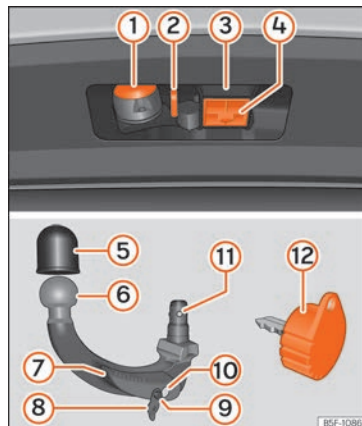

Abb. 291 Halterung der Anhänger-Steckverbindung / abnehmbare Kugelkopf / Schlüssel
Legende zu »» **Abb. 291**
- Den Verschlussdeckel der Hakenaufnahme (4) » Abb. 291 nach unten abnehmen.